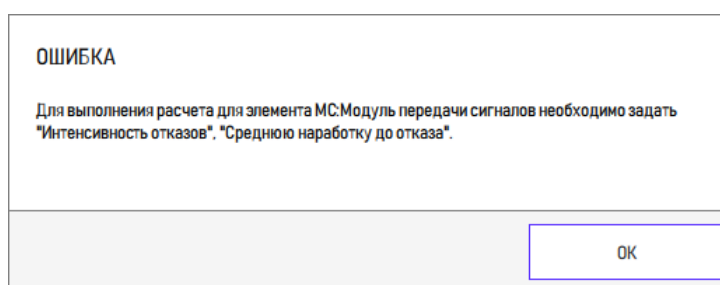

Рисунок 212 – Сообщение об ошибке
7) В случае отсутствия данных, необходимых для выполнения расчета, отображается информационное сообщение (рисунок 212).